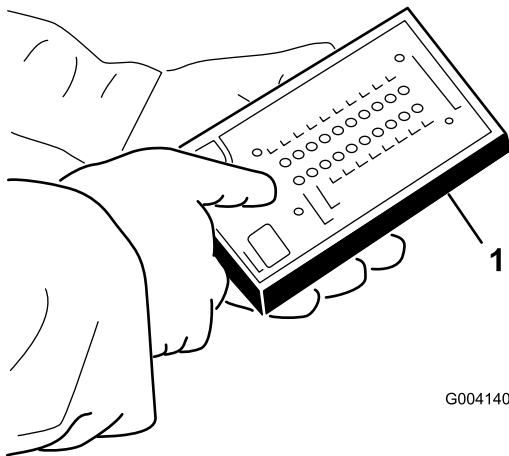

Bild 38
5. Schließen Sie den Stecker der ACE-Diagnostik an den Kabelbaum an (Bild 38).